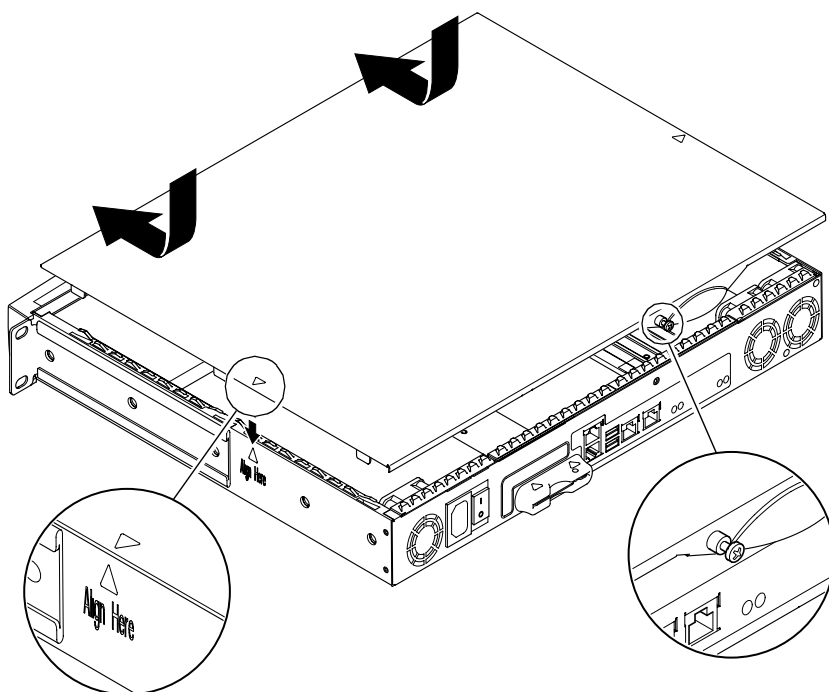

図 8-4 上面カバーの取り付け
6. 本体のカバーを元通りに取り付け、ねじを締めます (図 8-4 を参照)。